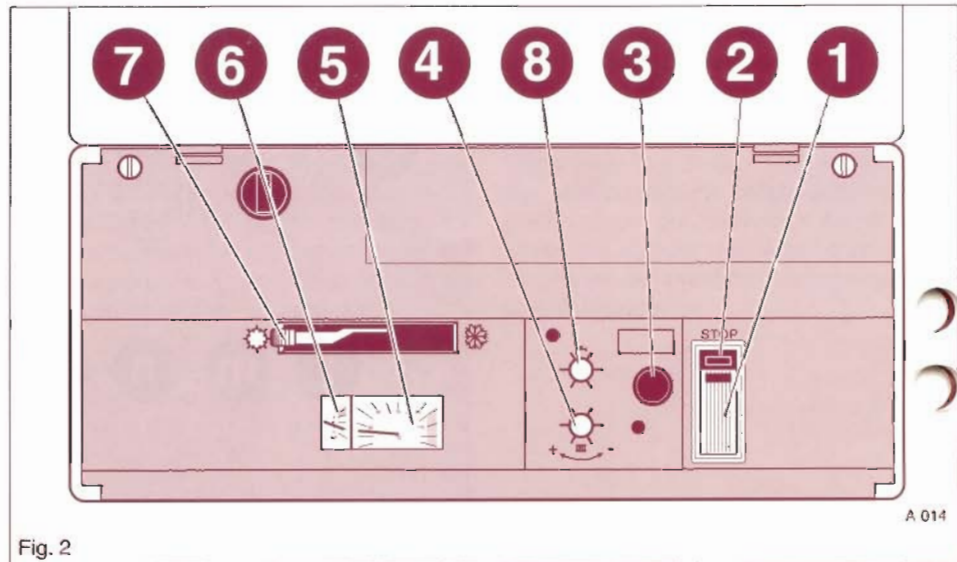

Fig. 2
- Orientez le sélecteur (7 fig. 2) sur * (été), la chaudière assurera uniquement la production d'eau chaude sanitaire.
La température fournie dépend du débit choisi directement au robinet et du réglage à la manette (8 fig. 2).
Nota : lors d'un puisage d'eau chaude, la température indiquée par le thermomètre (5 fig. 2) ne correspond pas à celle de l'eau chaude mais à celle du circuit primaire de l'échangeur. Cette température sera toujours voisine de 90°C environ.
- Orientez le sélecteur (7 fig. 2) sur * (hiver).
selon la température extérieure. Effectuez ce réglage à l'aide de la manette (4 fig. 2) en partant du raisonnement suivant :
- du bruit dû à l'ébullition de l'eau dans la chaudière : vérifiez la pression indiquée au manomètre (6 fig. 2). Si celle-ci descend au-
● Orientez le sélecteur (7 fig. 2) vers la gauche, repère * (été). La chaudière fonctionne alors seulement pour la production d'eau chaude sanitaire.
● Appuyez sur le bouton poussoir (2 fig. 2) ce qui provoque d'une part la coupure électrique de la chaudière et d'autre part la fermeture du robinet gaz.